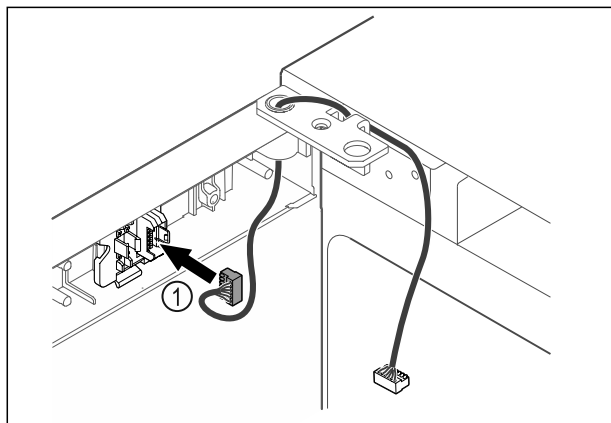

Fig. 41
- ▶ Sæt stikket Fig. 41 (1) i stikholderen.